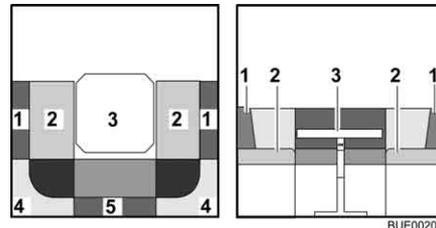

Fig. 72 Antes de la transformación
- Transformar la mesa (Fig. 72,3) en base de cama (véase apartado 6.11).